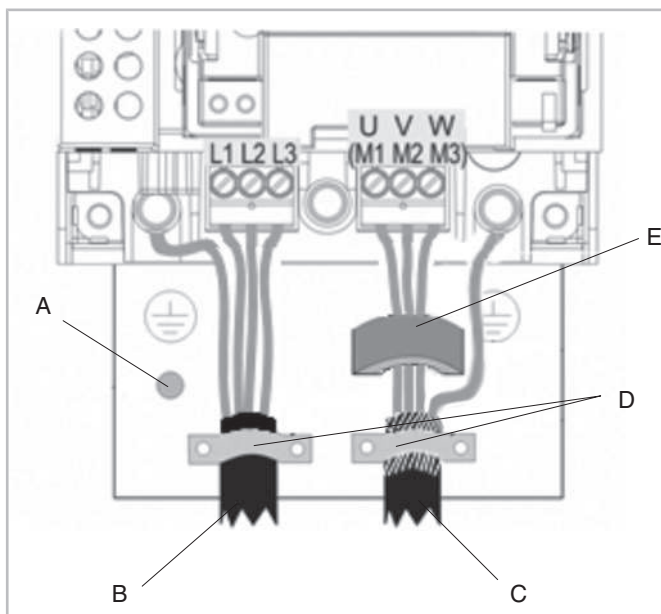

Fig. 11: Raccordements de puissance (câble d'alimentation en tension et câble moteur) avec support de fixation
Les supports de fixations pour les câbles de puissance et de commande sont joints en standard à la livraison et doivent être montés en combinaison avec le ou les noyau(x) de ferrite (voir figure 11, page 101) jusqu'à la taille de corps VARIPACK FJU+145 afin de pouvoir atteindre la catégorie CEM C2 selon la norme EN61800-3.
Explications graphiques voir figure 11, page 101.
- Faire passer le câble d'alimentation en tension et le câble moteur via les entrées de câbles prévues à cet effet en dessous des agrafes de câbles dans les convertisseurs de fréquences VARIPACK (voir figure 11, page 101) et raccorder les bornes de puissance. Tenir compte des couples de serrage des bornes (voir tableaux 3, page 99).